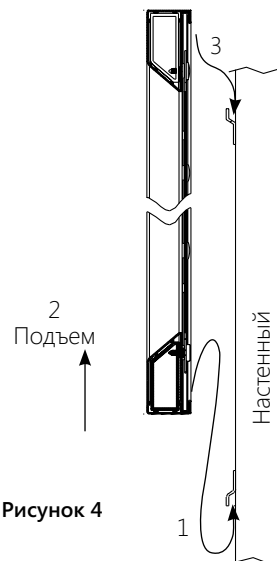

Рисунок 4
3. Прикрепите к стене малый настенный кронштейн. На рис. 4 показана правильная ориентация. Не затягивайте винты до конца. Кронштейн должен легко скользить вверх и вниз.
5. Подвесьте экран на кронштейнах, зацепив нижнюю часть рамы за нижний настенный кронштейн, и затем поднимайте, пока не сможете зацепить верхнюю часть рамы за верхний кронштейн. Нажмите на рамку, чтобы установить ее на кронштейнах. См. рис. 4.